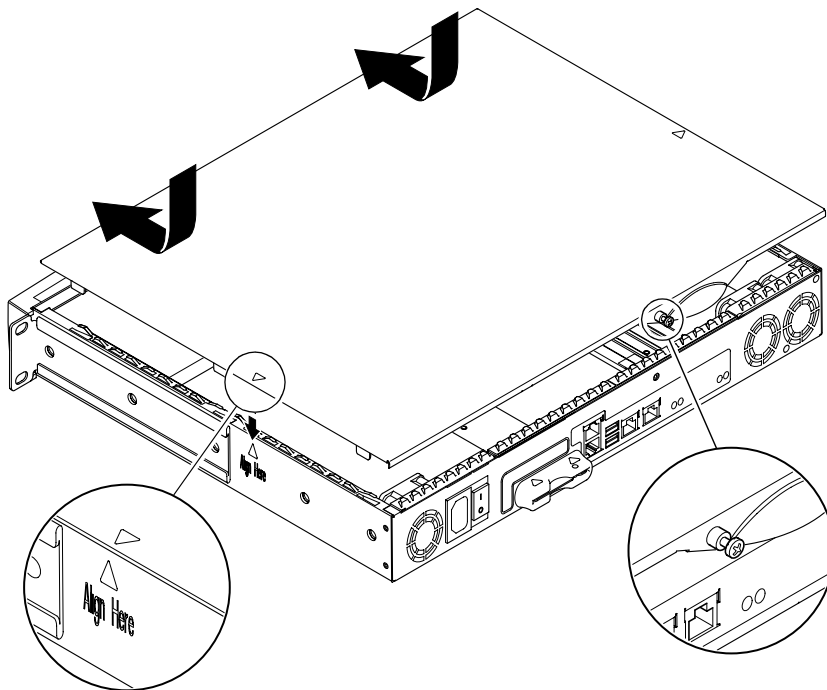

FIGURA 8-4 Cómo volver a colocar la cubierta superior
6. Vuelva a colocar la cubierta del sistema y ajuste el tornillo de captura (consulte la FIGURA 8-4).